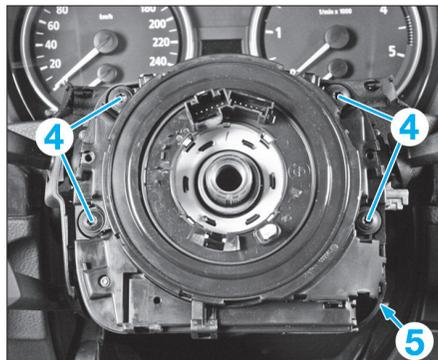

Fig. 8
- Déposer les vis (4), débrancher les connecteurs (5) puis déposer l'ensemble comodos / contacteur tournant (Fig.8).